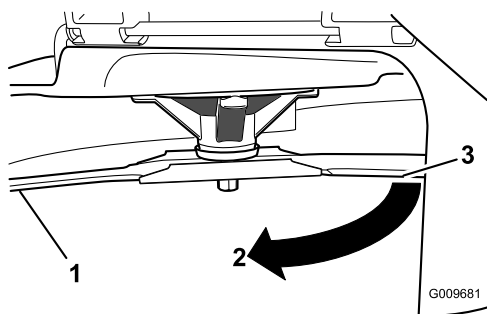

Bild 64
3. Zwischen Messer und Oberfläche gemessener Abstand (A)
4. Drehen Sie dasselbe Messer um 180 Grad, sodass die andere Schnittkante jetzt in derselben Stellung ist (Bild 64).